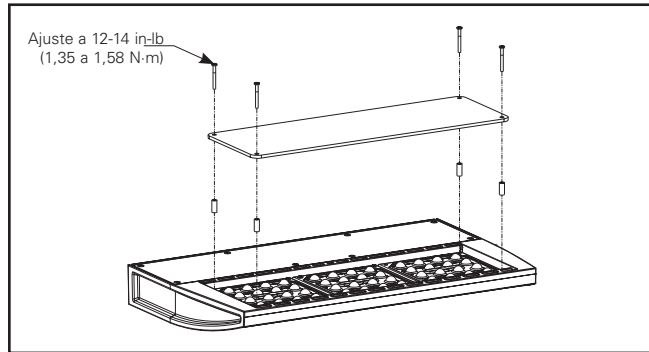

Figura 3.
1. Afloje y quite los (4) tornillos de 8-32 existentes de la parte frontal del luminario (Figura 3).
2. Alinee los (4) separadores de 7/8 in de largo con los orificios existentes (4).
3. Utilice los (4) tornillos de 8-32 x 1-1/2 in para sujetar la pantalla antivandalismo a la parte superior del luminario.